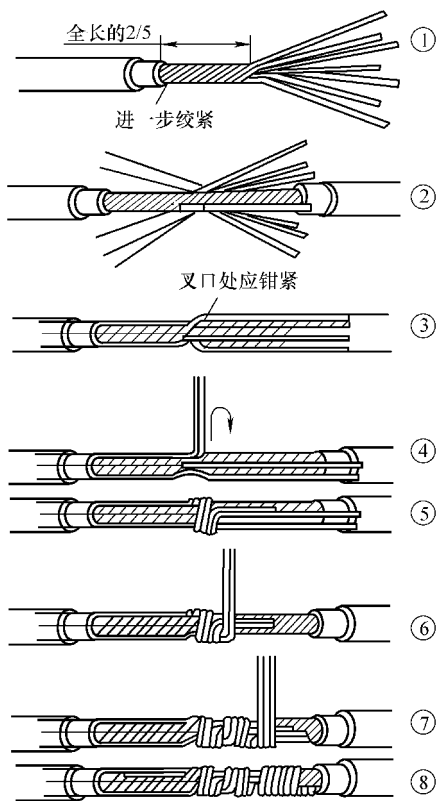

图4-36 铜硬导线多股线对接
2) 多股线对接。普遍应用于室内户外瓷瓶线路和架空线路(采用绝缘铜线)等处的导线延长连接,连接要求和方法如图4-36所示。